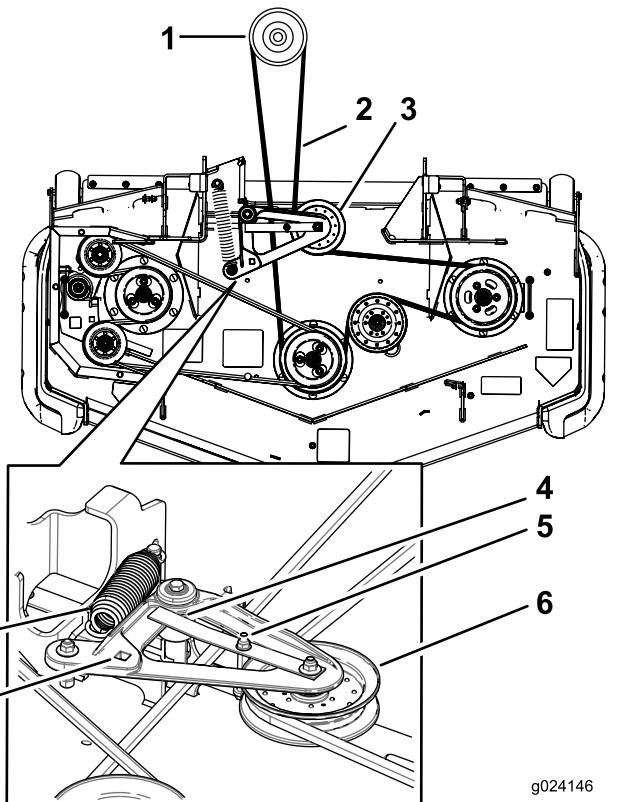

Figura 93
6. Utilice una llave de carraca en el taladro cuadrado del brazo tensor para aliviar la tensión del muelle tensor (Figura 93).
8. Pase la correa nueva alrededor de las poleas del cortacésped y de la polea del embrague, debajo del motor (Figura 93).
10. Utilizando la llave de carraca en el taladro cuadrado, instale la correa alrededor de la polea tensora tensada con muelle (Figura 93). Asiente los extremos del muelle en las ranuras de anclaje.